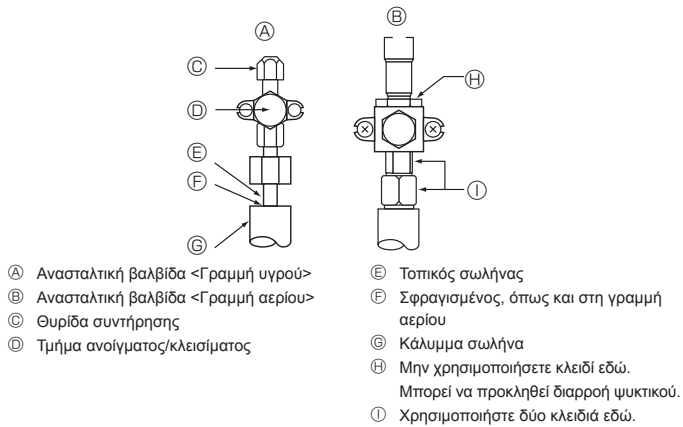

Fig. 4-5
- * Περιστρέψτε μόνο το τμήμα (A). (Μην σφίγγετε άλλο τα τμήματα (A) και (B).)
- (C) Σωλήνας πλήρωσης
- (D) Θυρίδα συντήρησης
4.4. Μέθοδος ελέγχου αεροστεγανότητας του σωληνώσεων ψυκτικού (Fig. 4-5)